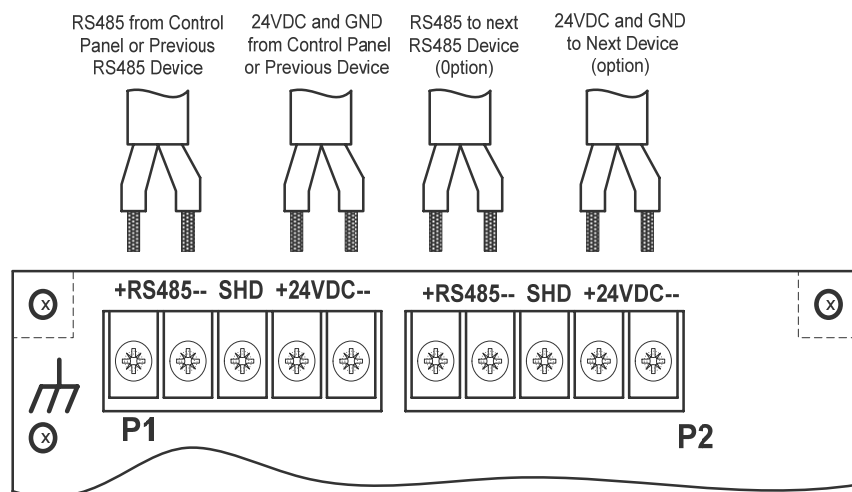
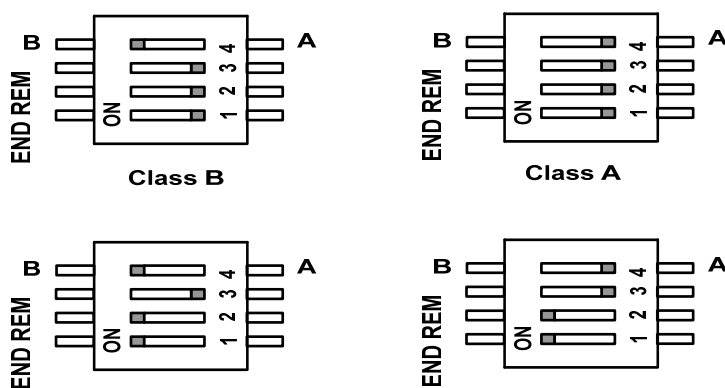
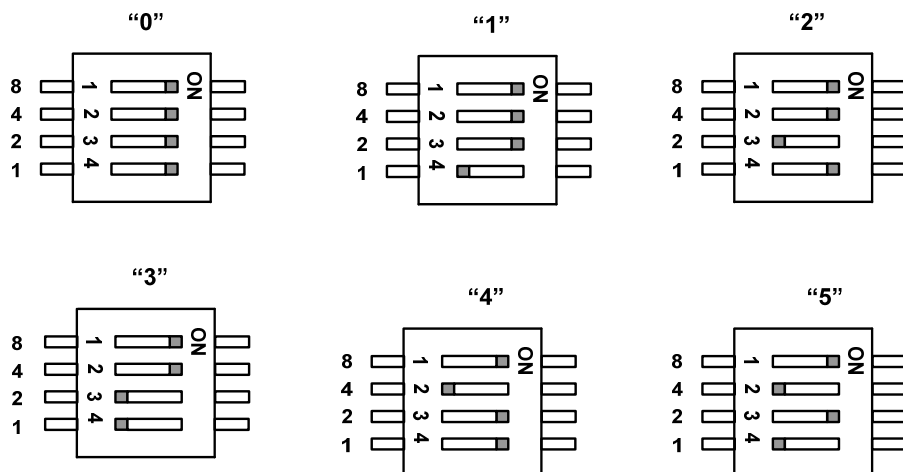

Рис.4. Подключение питания и RS485 сети.
Рис.5 Подключение терминального резистора в линии RS485 и установка режима шлейфов "радиус" или "кольцо".
Рис.6 Установка адреса модуля.
- Подключить питание и RS485 сеть монтируемого модуля к установленному ранее согласно Рис.4.
Подключить питание и RS485 сеть к терминал блокам P1 или P2 согласно Рис.4. Одноименные контакты блоков P1 и P2 закорочены, поэтому предварительное удаленное устройство и последующее может быть подключены к разным терминальным блокам. С помощью переключателя SW2 установить адрес модуля согласно Рис.6. Если данный модуль подключен последним на линии RS485 необходимо переключатель SW1 (№ 1 и 2) установить в положение ON согласно Рис. 5. С помощью этого же переключателя (№ 4) установить режим работы шлейфов А ("кольцо") или В ("радиус").